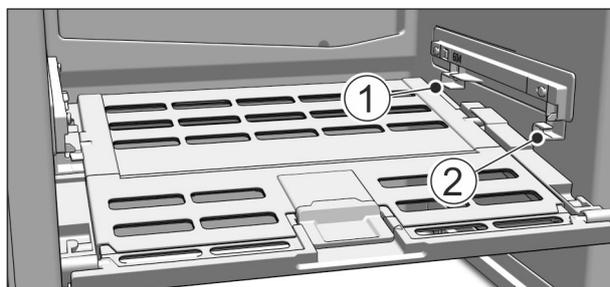

Fig. 51
► Coloque la tapa del cajón para conservación de frutas y verduras: introduzca los nervios de la tapa desde abajo en el soporte trasero Fig. 51 (1) y encájelos por delante en el soporte Fig. 51 (2).